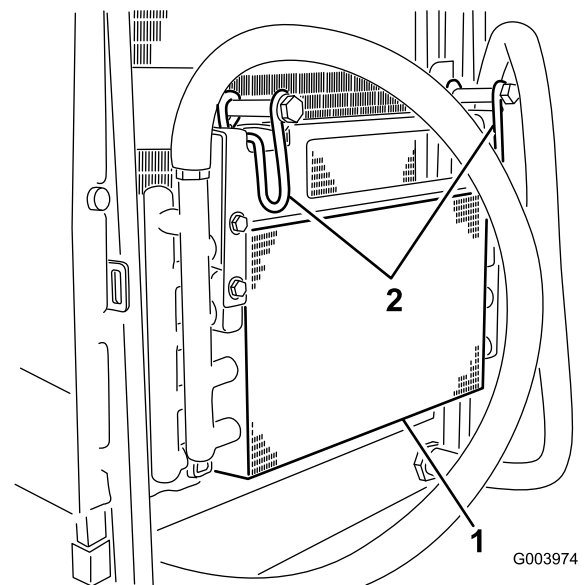

Figure 101
- Faites tourner les 2 attaches du refroidisseur d'huile vers l'intérieur et basculer le refroidisseur (Figure 101).